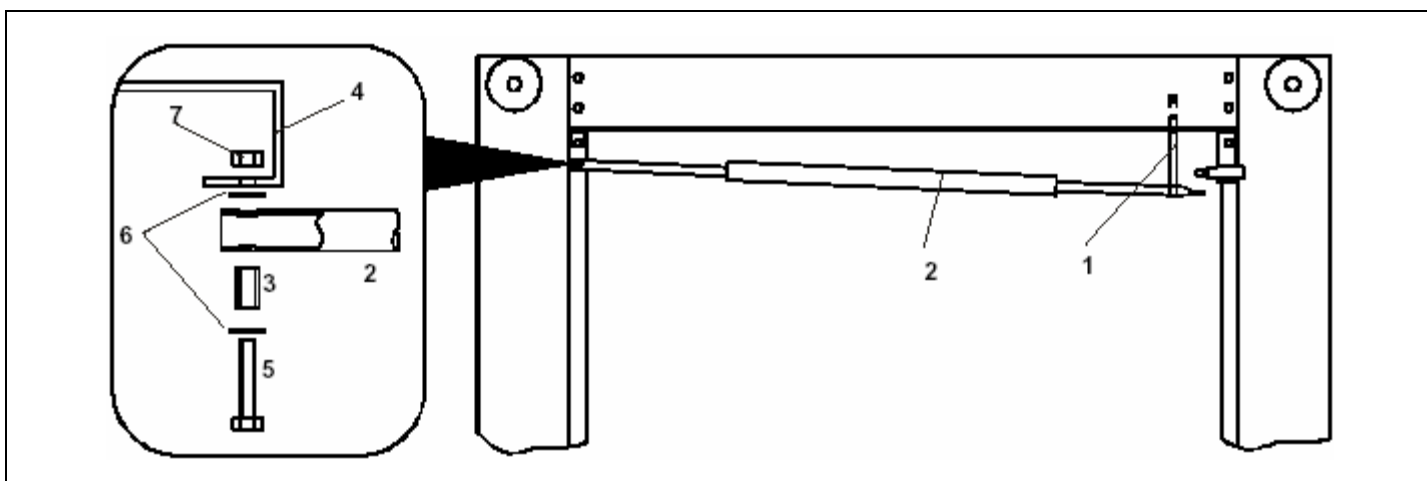

Рис. 43 Установка устройства ограничения хода
4. Установите группу деталей устройства ограничения хода следующим образом (см. Рис.43): Прикрепите опору стержня (1) к верхней поперечной балке двумя винтами М6х20 с контрирующими гайками и плоскими шайбами; вставьте стержень (2) в основание его опоры (1) и вставьте муфту D=12х9 L=22 (3) в отверстие на конце устройства ограничения хода; закрепите все детали на отверстиях в верхней части стойки подъемника винтами М8х40 (5) с двумя плоскими шайбами D8,5 (6) и контрирующими гайками М8 (7), как показано в приложении “А”.